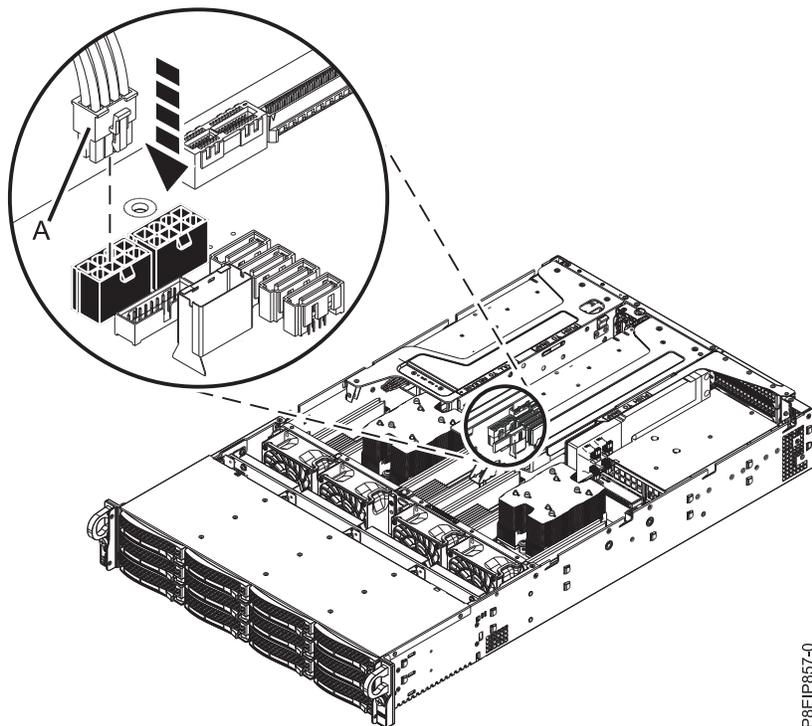

図 27. GPU 電源ケーブルのプラグの差し込み
- g. GPU 電源ケーブル (A) のプラグをシステム・バックプレーンに差し込みます (図 27 を参照)。親指でコネクタのリリース・ラッチを押して、ケーブルを取り外します。